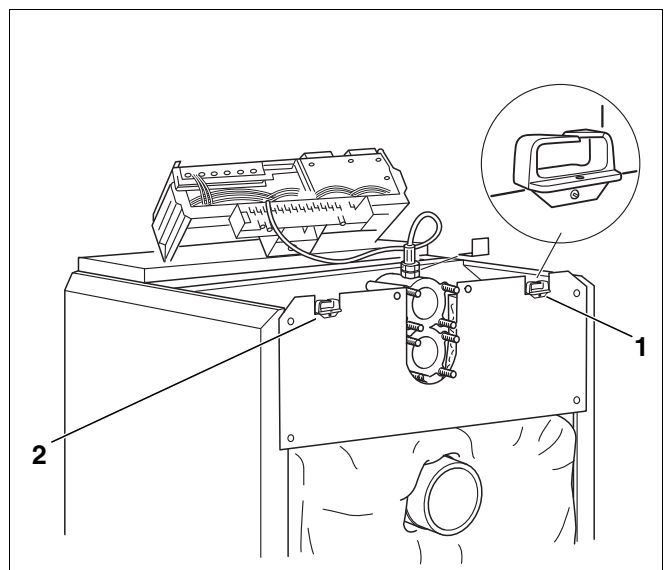

Fig. 46 Collegamenti elettrici
- Avvitare il passaggio cavi (fig. 46, [1] e [2]) a sinistra oppure a destra del pannello posteriore.